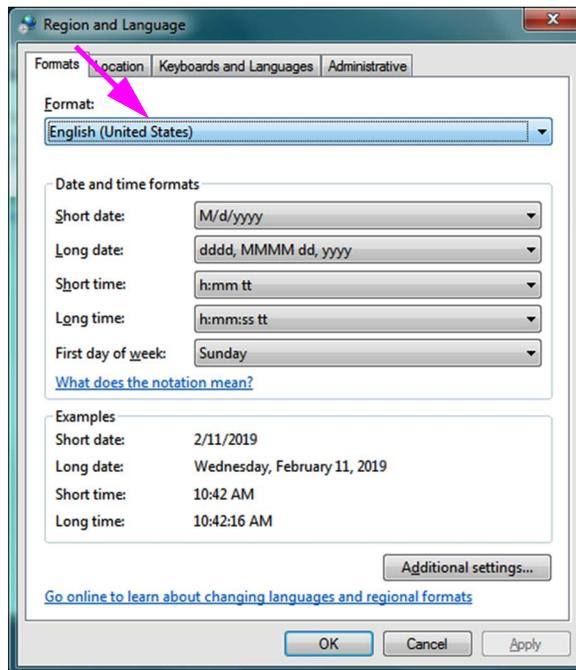
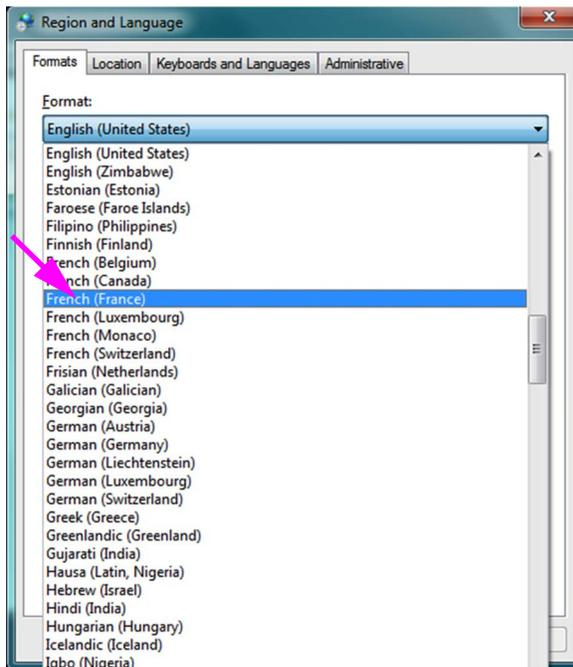

Abbildung C-3. Fenster „Region and Language“ (Region und Sprache) – Registerkarte „Formats“ (Formate)
Abbildung C-4. Bildschirm „Region und Sprache“ (Region and Language) – Dropdown-Menü
5. Das Fenster „Region and Language“ (Region und Sprache) wird angezeigt. Vgl. Abbildung C-3.
6. Im Dropdown-Feld „Format“ (Format) ist „Englisch (USA)“ (English (United States)) ausgewählt. Klicken Sie auf die Dropdown-Liste (siehe Abbildung C-3 und Abbildung C-4) mit den verfügbaren Sprachoptionen. Scrollen Sie durch die Liste, um die gewünschte Sprache zu finden, und wählen Sie diesen Eintrag aus.